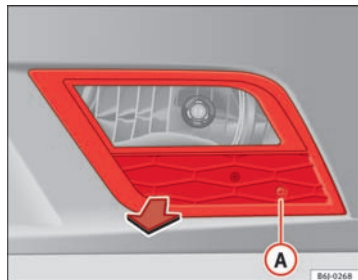

Fig. 153 Tågeforlygte
- Skru skruen ⇒ Fig. 153 (A) ud af tågeforlygtens gitter ved hjælp af en skruetrækker.